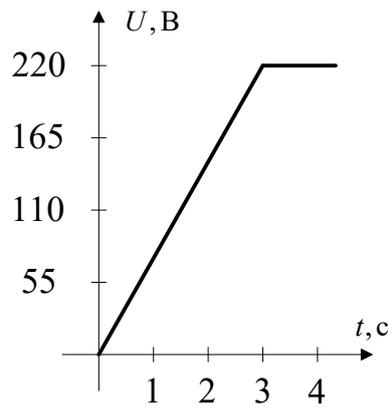

Рис. 4.6. Закон изменения напряжения
10. Изобразите динамическую механическую характеристику и график переходного процесса по частоте вращения и моменту при пуске ДПТ НВ (Таблица 4.3) вхолостую, если напряжение, приложенное к якорю, изменяется по закону, показанному на рис. 4.6.